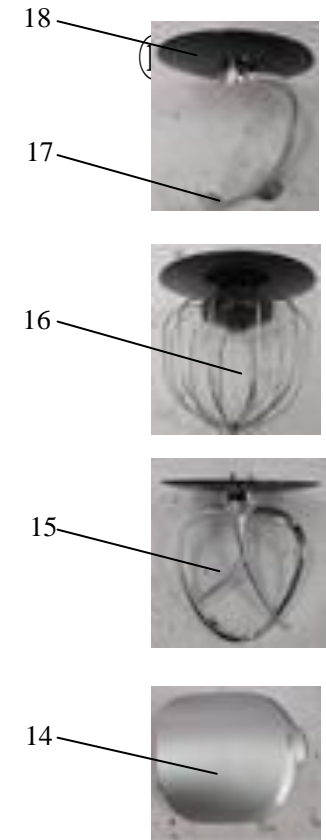

Abb.1 Übersicht der Bedienelemente
3. Stellen Sie sicher, dass die Spannungsversorgung auf dem Typenschild mit der der Netzversorgung entspricht. Das Typenschild ist auf der Unterseite des Motorblocks zu finden. Bevor Sie die Multi-Küchenmaschine an das 220V-Netz anschließen, stellen Sie sicher, dass das Gerät ausgeschaltet ist. (Abb.1 Knopf 7 und 8 in der Einstellung "0").